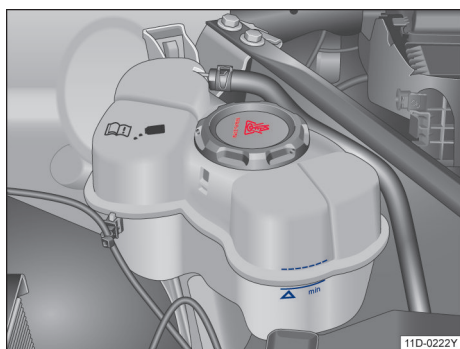

图 157 冷却液补偿容器上的液位标记
- 电驱动装置处于冷态时检查冷却液液位是否在补偿容器侧面的标记范围内 → 图 157。
1. 在电驱动装置处于冷态时通过冷却液补偿罐的侧面标记检查冷却液液位 → 图 157。冷却液液位必须在标记区域内。
3. 如果在冷却液膨胀罐再也看不到冷却液，不要添加冷却液 → ①。